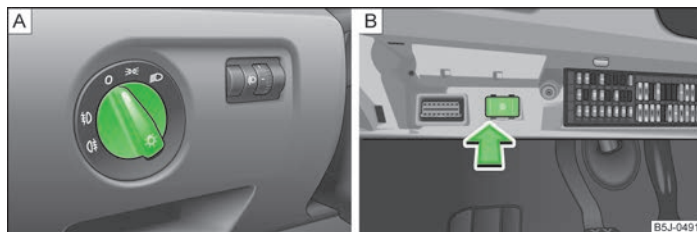

Fig. 22 Cuadro de interruptores: Comutador de luz/cajón de fusibles: Comutador para luz de marcha diurna
En los vehículos con **dirección a la derecha**, la disposición de los interruptores se diferencia en parte de la » fig. 22 de la página 38 disposición mostrada. No obstante, los símbolos que marcan las posiciones de los interruptores son iguales.
- Girar el conmutador de luces » fig. 22 - A a la posición »«.
- Girar el conmutador de luces » fig. 22 - A a la posición »D«.
- Girar el conmutador de luces » fig. 22 - [A] a la posición O.
- Girar el conmutador de luces a la posición O » fig. 22 de la página 38 - [A].
- Conectar el conmutador de la luz de marcha diurna » fig. 22 de la página 38 - [B].
- Desconectar el conmutador de la luz de marcha diurna » fig. 22 de la página 38 - [B].
- Conmutar el conmutador de luz a la posición luz de posición » o luz de cruce » fig. 22 de la página 38 - [A].